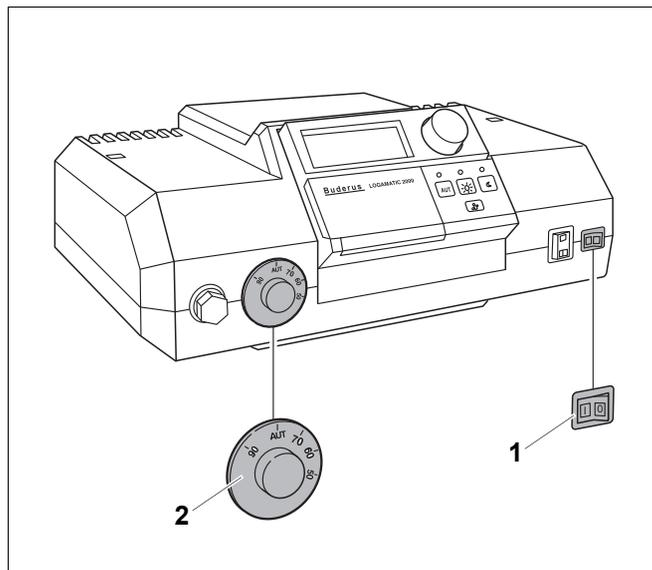

Рис. 27 Система управления Logamatic 2000
- Установить пусковой выключатель (Рис. 27, поз. 1 или Рис. 28, поз. 1) в положение "I" (ВКЛ).
- Регулятор температуры котловой воды (Рис. 27, поз. 2 или Рис. 28, поз. 2) установить на "AUT". При регулировании с поддержанием постоянной температуры установить нужное значение (минимум 65 °C).